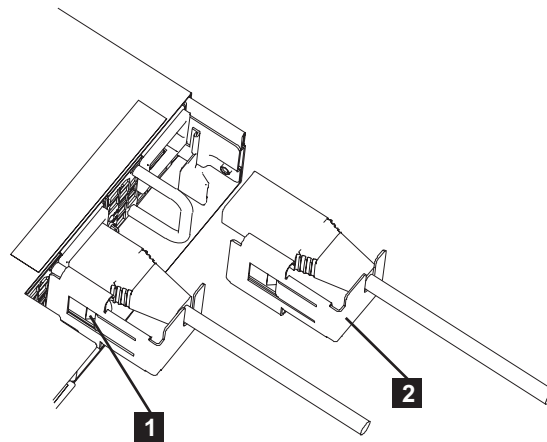

図 33. SAN ボリューム・コントローラー 2145-CF8 のケーブル保持ブラケット
ケーブル保持ブラケットは、図 33 に示すように、工具を使用せずに取り付けることができます。
2. 図 33 の **2** に示すように、電源コードの左側にケーブル保持ブラケットがくるように、ブラケットとコードの位置を調整します。
5. 図 33 に示すように、ケーブルとブラケットを押しして所定の位置に収めます。